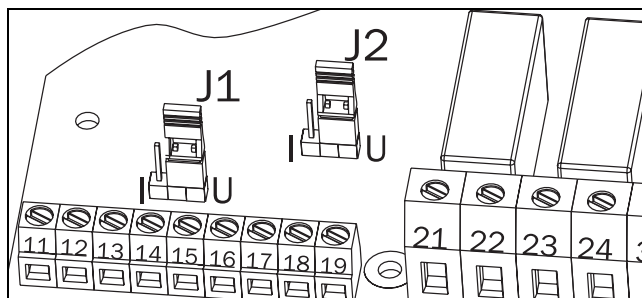

Рис. 52 Выбор В / мА для аналогового выхода.
2. Установите переключку J2 на плате управления в положение, соответствующее напряжению (U) или току (I). Заводская установка – напряжение. См. рис. 52 на с. 56 и рис. 24 на с. 31.